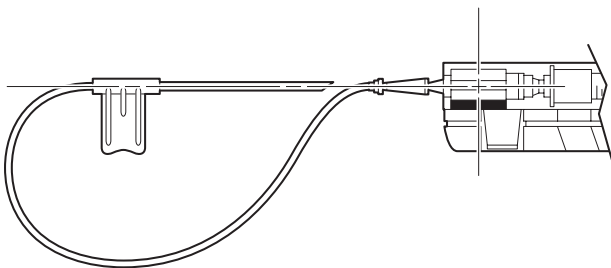

Figure 5
6. Amener l'extrémité (fendue) du cathéter au même niveau que la membrane jetable. Voir Figure 5. L'affichage doit indiquer -8 à +9 mmHg.